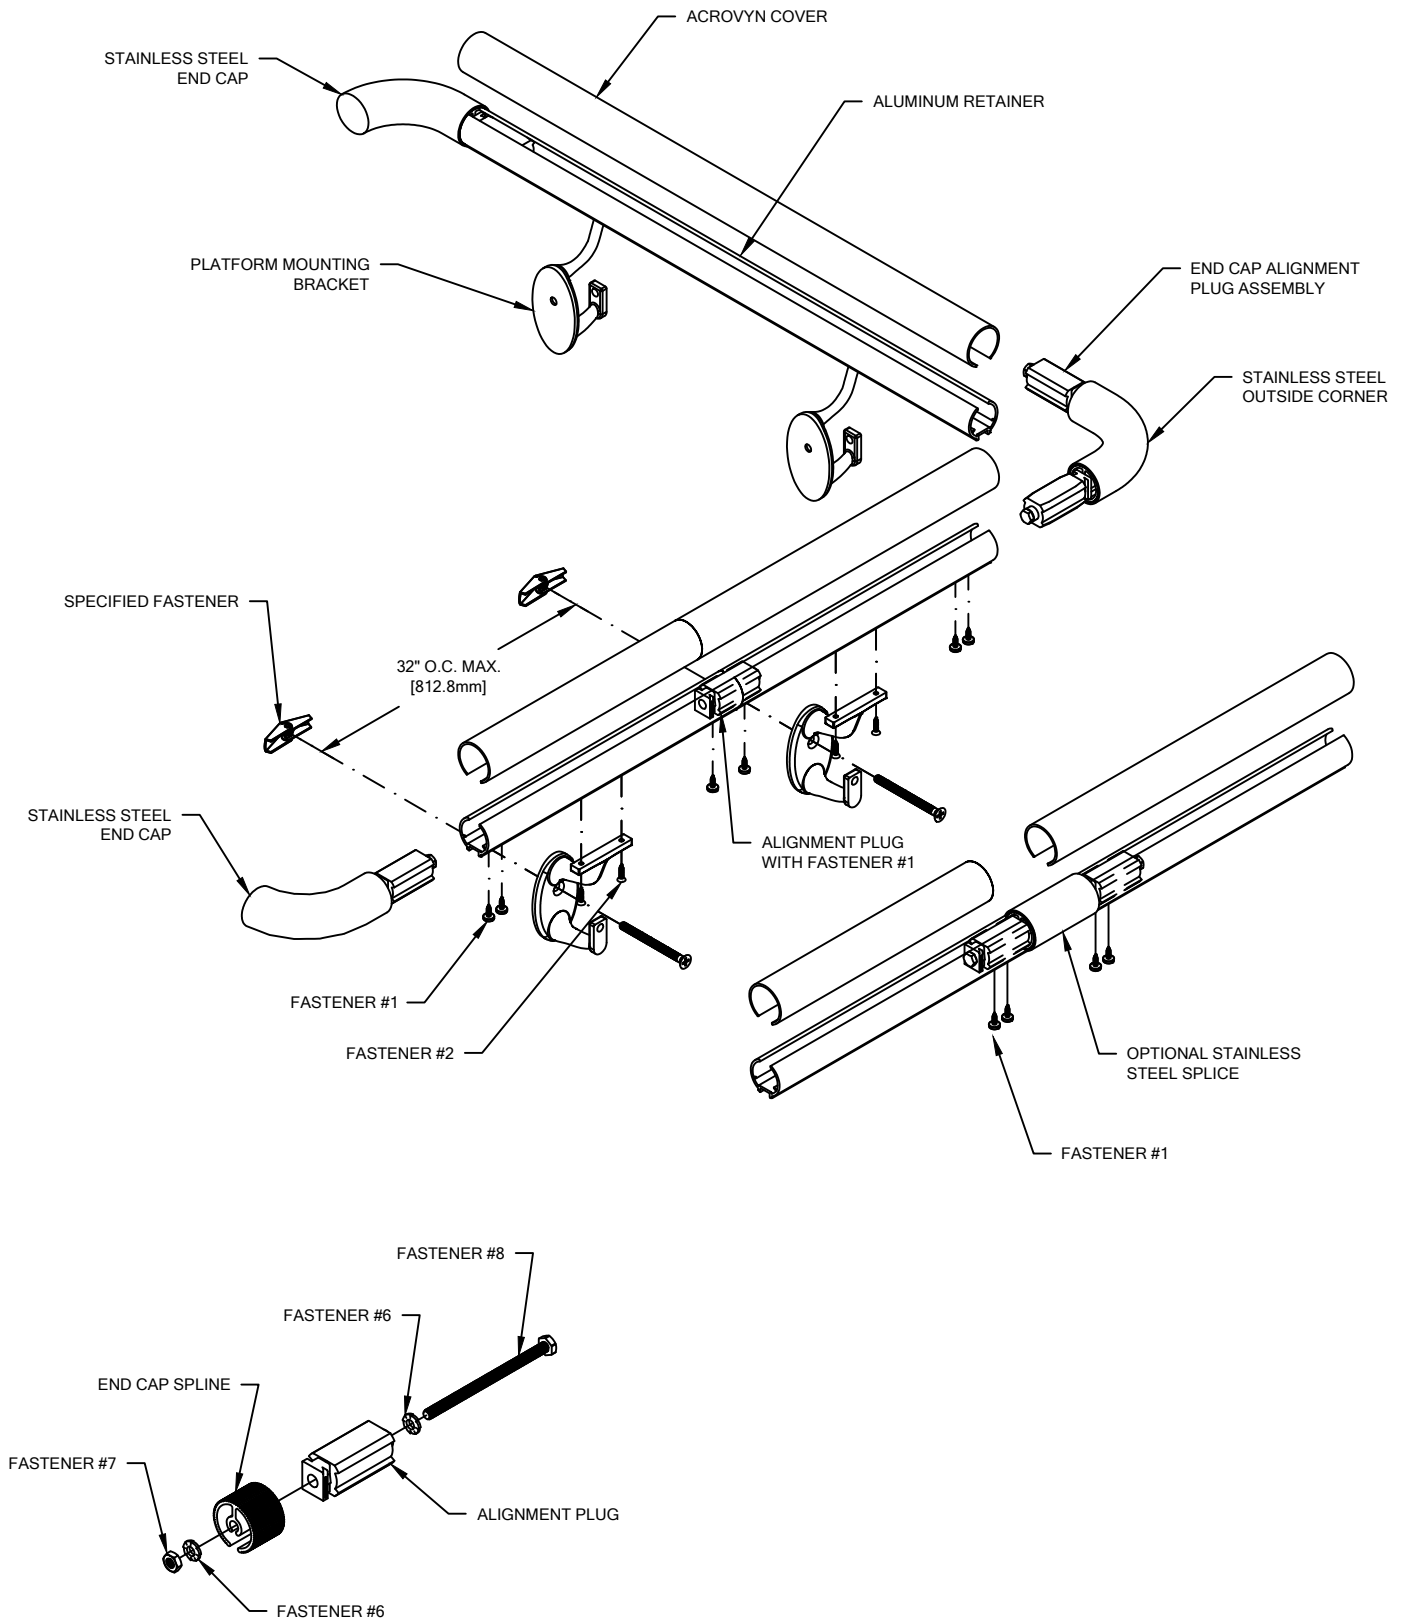

FIGURE 1.
- LOOSELY ASSEMBLE THE END CAP ALIGNMENT PLUG AS SEEN IN FIGURE 1.